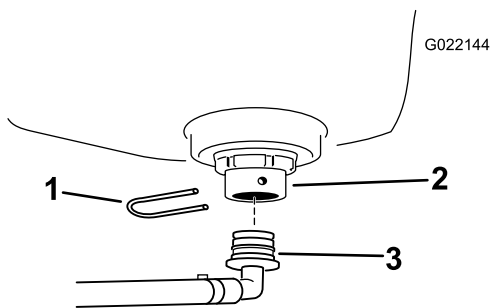

图 12
2. 在隔板接头上安装冲洗水箱软管宝塔接头并使用固定叉来固定图 12。旋转接头使其面向后方。